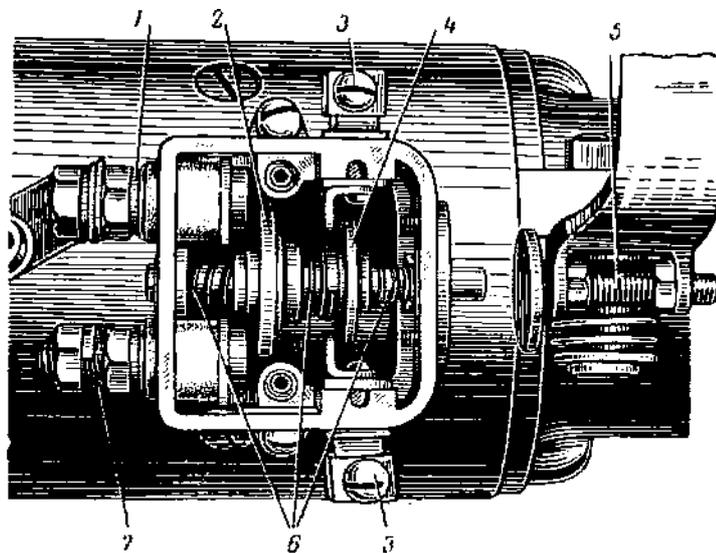

Рис. 55. Включатель стартера СТ-8:
- 14 Вывернуть винты крепления крышки включателя стартера, снять крышку, проверить состояние пружин (рис. 55). Зачистить контакты включателя, проверить и при необходимости отрегулировать их включение.